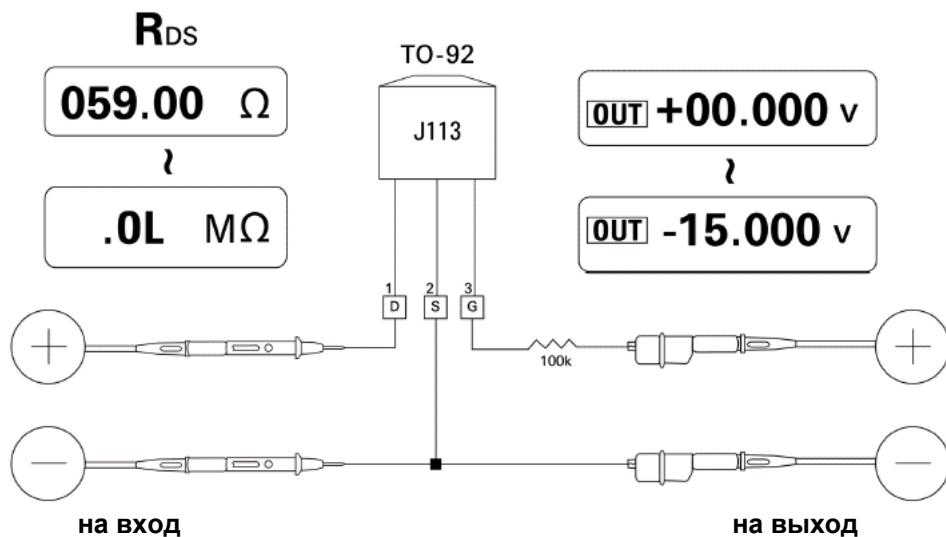

Рис. 5-11 Измерение напряжения отсечки п-канального полевого транзистора
4. Постепенно изменяйте выходное напряжение с +00.000 В до -15.000 В. Соответственно будет увеличиваться значение R_{DS} (см. рис. 5-11).